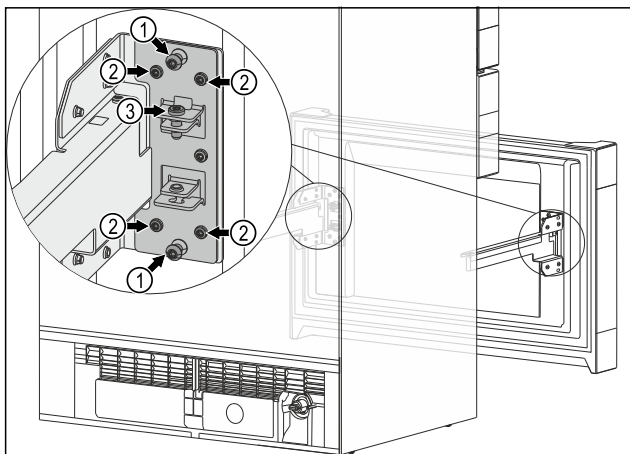

Fig. 13
- ▶ Wyjąć obydwie środkowe śruby Fig. 13 (1).
- ▶ Odkręcić wszystkie cztery śruby Fig. 13 (2).
- ▶ Pozycja krańcowa wózka wysuwanego jest osiągnięta: Dokręcić wszystkie cztery śruby Fig. 13 (2).
- ▶ Środkowe śruby Fig. 13 (1) nie są już potrzebne.